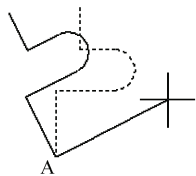

图 4-28 旋转示例
**【例 4.14】** 请打开“图 3-22.dwg”, 如图 4-28 所示, 通过光标位置动态旋转图形。
指定旋转角度, 或 [复制(C)/参照(R)] <0>: 移动光标, 图形对象同时旋转, 点取图 4-28 中示意点
结果如图 4-28 中实线所示, 请将该结果图形保存成“图 4-23.dwg”文件。